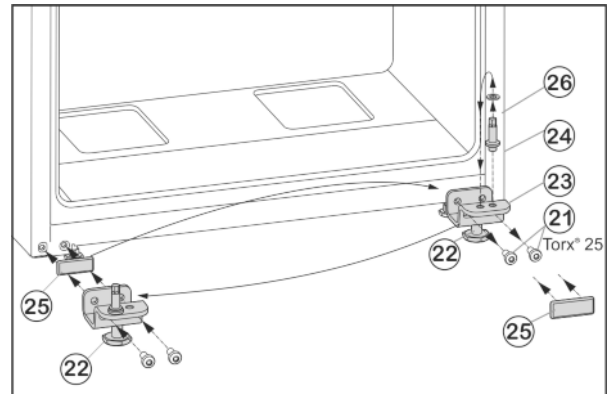

Fig. 8
- ▶ Dévisser les vis de fixation Fig. 8 (21).
- ▶ Retirer l'ensemble du support de palier inférieur Fig. 8 (23) avec le boulon de palier Fig. 8 (24), la rondelle Fig. 8 (26) et le pied de réglage Fig. 8 (22).
- ▶ Dévisser l'ensemble du boulon de palier Fig. 8 (24) avec la rondelle Fig. 8 (26), déplacer le tout dans le trou de préhension du côté opposé du support de palier et revisser fermement.
- ▶ Retirer avec précaution la plaque de recouvrement Fig. 8 (25) et la déplacer du côté opposé.
- ▶ Revisser l'ensemble du support de palier inférieur Fig. 8 (23) avec le boulon de palier Fig. 8 (24), la rondelle Fig. 8 (26) et le pied de réglage Fig. 8 (22) du côté de la nouvelle charnière, au besoin à l'aide d'une visseuse sans fil (**en appliquant un couple de 4 Nm**).
- ▶ Placer la porte à partir du haut sur le boulon de palier Fig. 8 (24).
- ▶ Dévisser le pied de réglage Fig. 8 (22) sur le support de palier inférieur Fig. 8 (23) jusqu'à ce qu'il repose au sol.